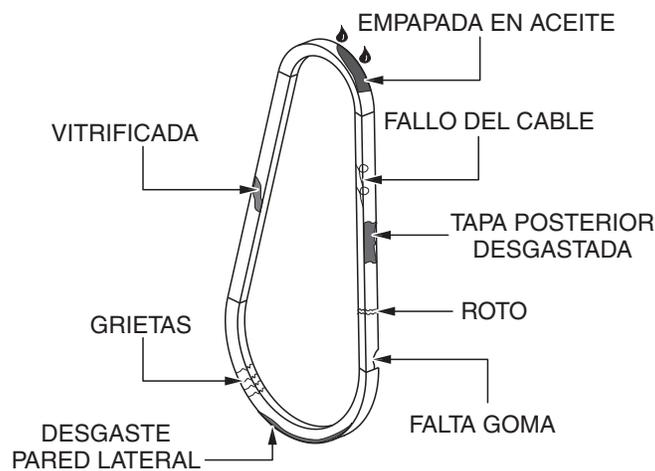

Figura 40. Inspección de la correa trapezoidal
- Inspeccione la correa trapezoidal (Figura 40) para determinar si está deshilachada, pelada, agrietada, le faltan piezas de goma o está dañada.
- Inspeccione la correa trapezoidal (Figura 40) para detectar si está empapada en aceite o *vidriosa* (una apariencia dura y brillante en los costados de la correa). Cualquiera de estos daños puede causar el sobrecalentamiento de la correa, que a su vez puede debilitar la correa y aumentar la posibilidad de rotura.